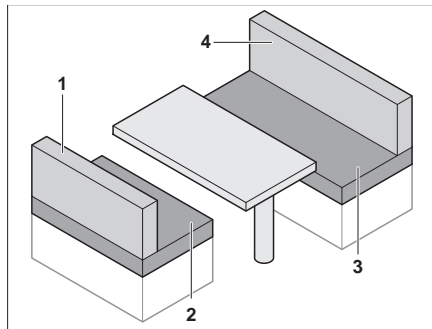

Bild 79 Före ombyggnaden
- Tag bort ryggdynorna (Bild 79,1 och 4).